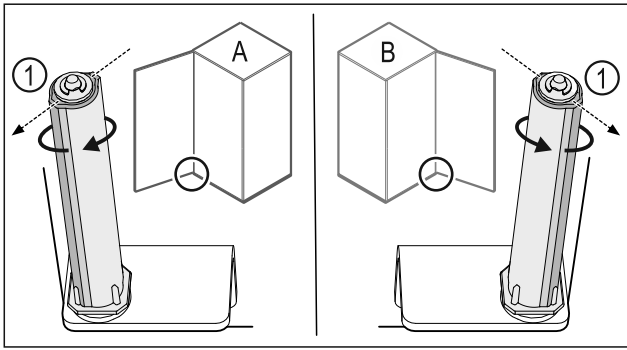

Fig. 45 Розкриття ліворуч (A) / Розкриття праворуч (B)
- ▶ Систему закриття повертати проти опору доки перемичка системи закриття Fig. 45 (1) не покажуватиме назовні.